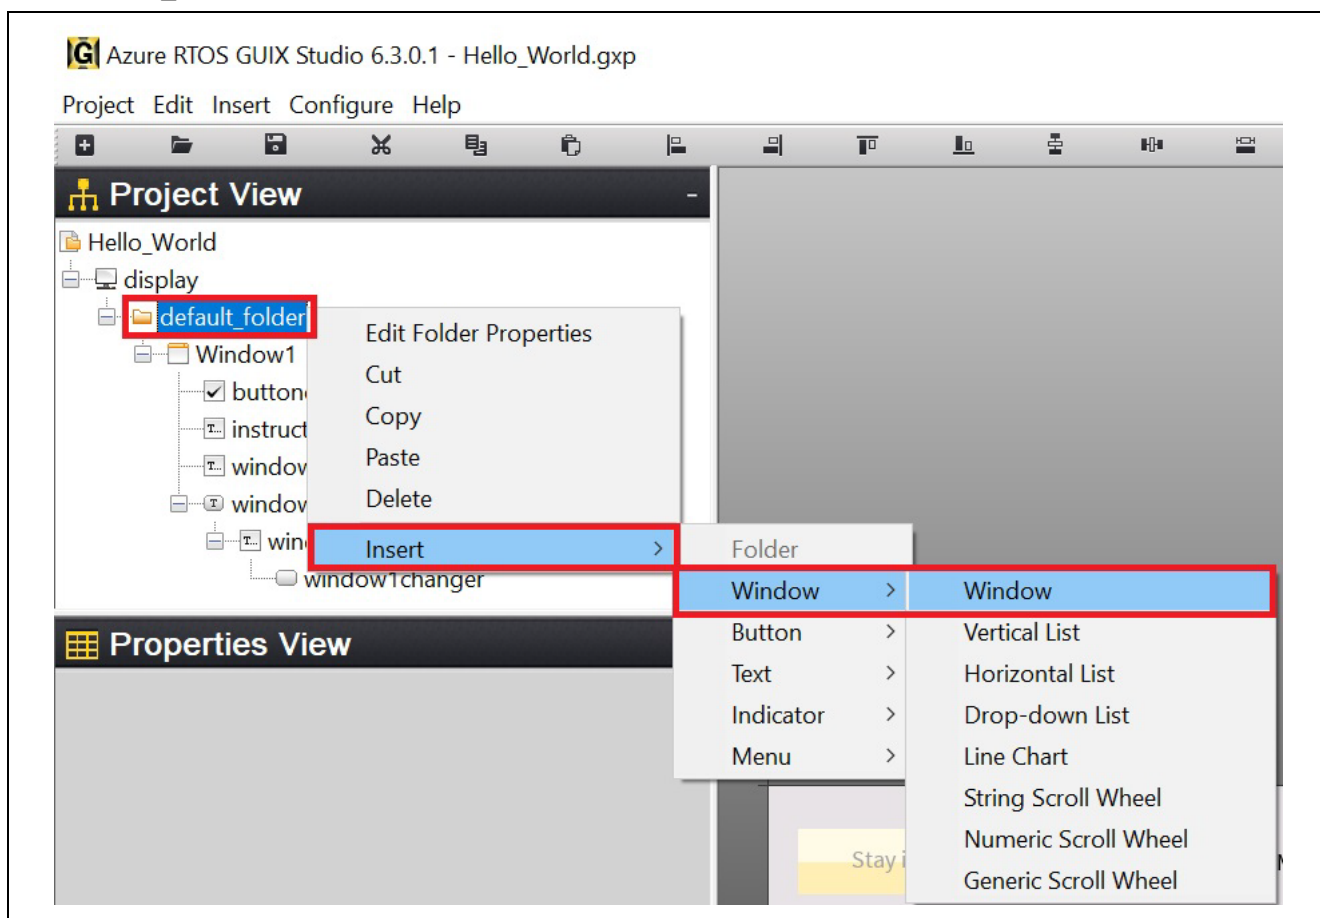

図 62. Window2 の挿入
23. GUIX Studio プロジェクトに別のウィンドウを追加します。図 62 のように、**Project View** で **default_folder** を右クリックし、**Insert > Window > Window** の順にクリックします。